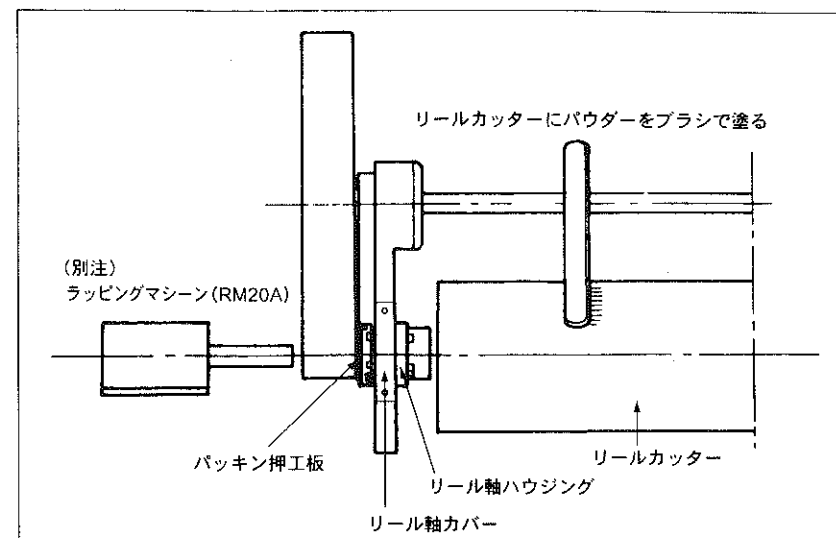

図 4-1
- ① ラッピング研磨は、芝刈り作業終了後、そのままの状態新聞紙がよく切れる所と切れない所をチェックします。(全面が切れないときは、新聞紙を二重にし、切れない所をとくによくチェックしてください)
- ② パッキン押工板 (1-36)、ラッピング口パッキン (1-35) をはずし、ラッピングマシン (RM20A) を本機の 20 みぞ付特殊ナット (1-79) に接続します。(図 4-1)
- ③ よく切れる所のみ、ラッピングパウダー (# 100 ~ # 200) 1 に対し 3 ~ 4 の割合で油で混合したものをリールカッターに塗って逆回転させてください。(切り口がけば立ち、切れ味の悪い所には、絶対にパウダーを塗らないでください)
- ④ しばらく回転させておき、接触音がなくなったら再度リールカッター全幅にわたり新聞紙が切れる所と切れない所を調べます。
リールカッターの両側についているリール軸ハウジング (1-25, 1-26) とリール軸カバー (1-71, 1-141) をはずすと、リールカッターは上に抜けます。(図 4-1)